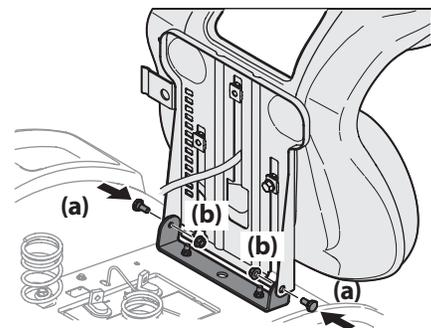

Figure 2
4. Fixez un côté du siège au support avec les boulons à épaulement (a) et les écrous autobloquants (b) retirés à l'étape 2. Retenez le siège pendant que vous enlevez le tournevis Phillips et que vous fixez l'autre côté. Prenez garde de ne pas coincer ou endommager le faisceau de fils pendant que vous installez le siège. Voir Figure 2. Serrez à un couple de 9,5 à 11,6 N m (de 84 à 103 po-lb).